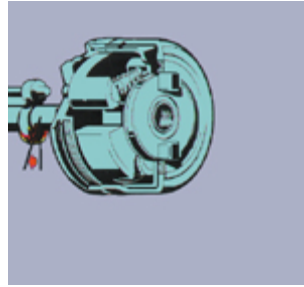

Fig. 24
*Variador centrífugo de avance a la inyección (**fig. 24**)*